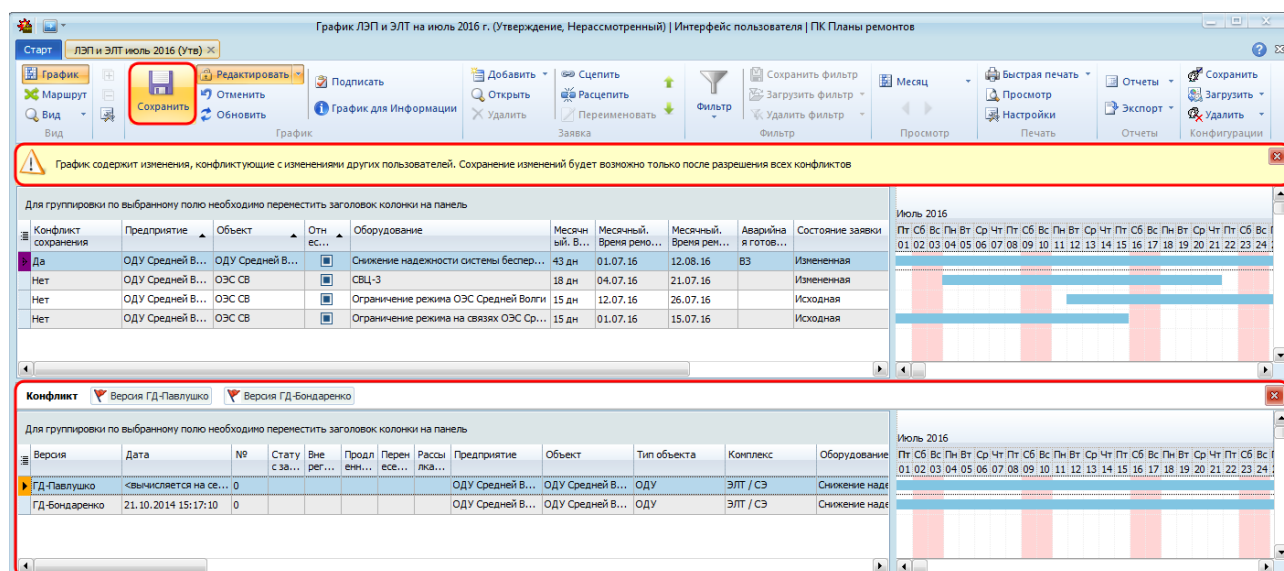

Рисунок 10.73 – Конфликт сохранения
- если два пользователя одновременно редактировали одну и ту же заявку, то пользователь, который сохраняет график позже другого, увидит график в режиме конфликтов версий (Рисунок 10.73).